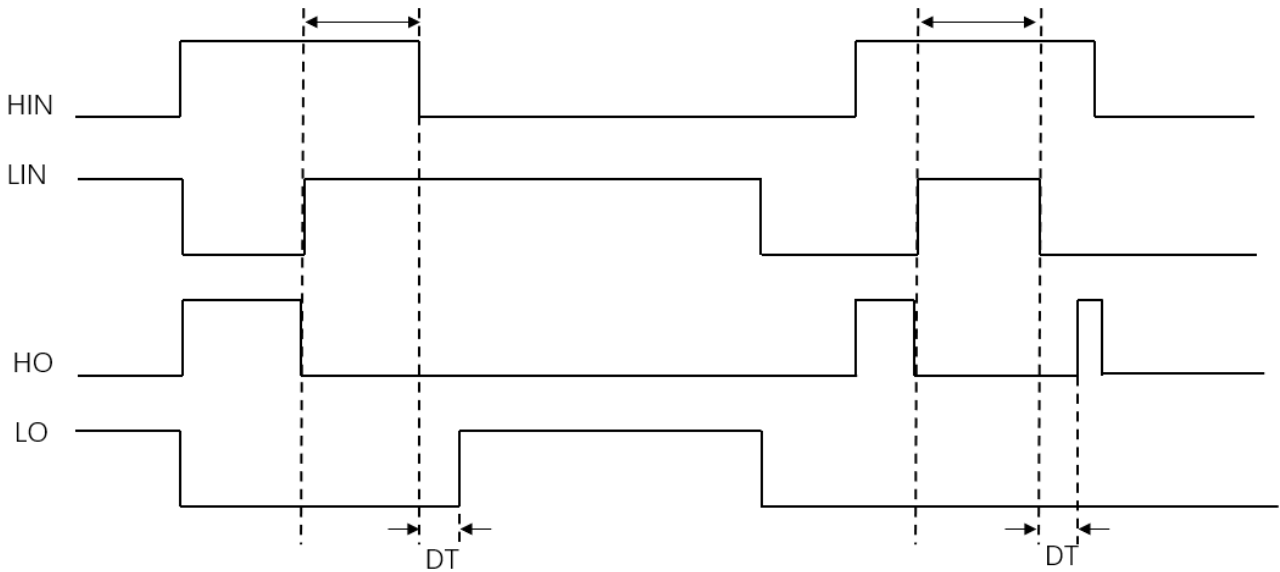

图 2-4 功率管直通保护示意图
芯片内部配备了专门用于防止功率管直通的保护电路，能有效地防止高边和低边输入信号受到共模干扰时造成的功率管损害。图 2-4 功率管直通保护示意图展示了直通保护电路如何保护功率管的过程。功率管直通意味着同一个半桥中的高边栅极驱动器输出 HO 和低边栅极驱动器输出 LO 同时为“高”，这时会有非常大的有害电流同时流过上下边功率管，并伴有较大的功率损耗产生，严重时直接损坏功率管。如图 2-4 功率管直通保护示意图所示，当同一相的低边输入 LIN 和高边输入 HIN 同时为“高”时，内部保护电路将驱动器输出 HO 和 LO 拉至“低”，有效关断功率管。当其中一个输入信号变为“低”时，驱动器输出需要经过一个死区时间 (DT) 的延时才能输出“高”。该措施避免了有害短输入脉冲造成的功率管开关过度状态，有效地减小损耗，降低功率管损坏的风险。